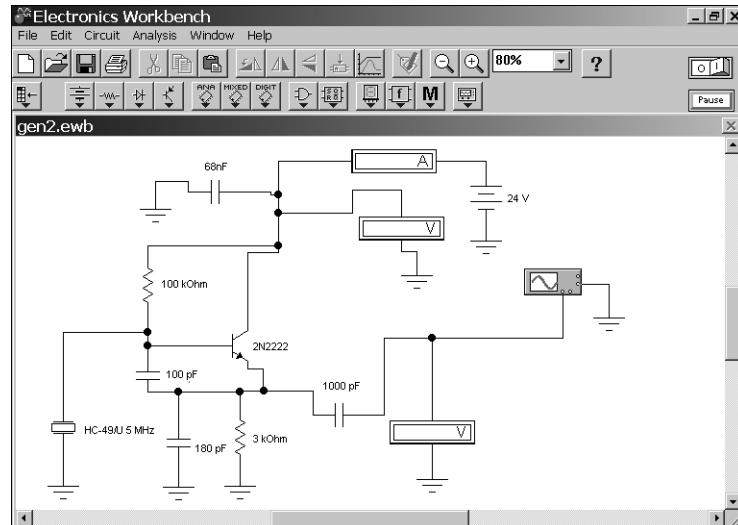
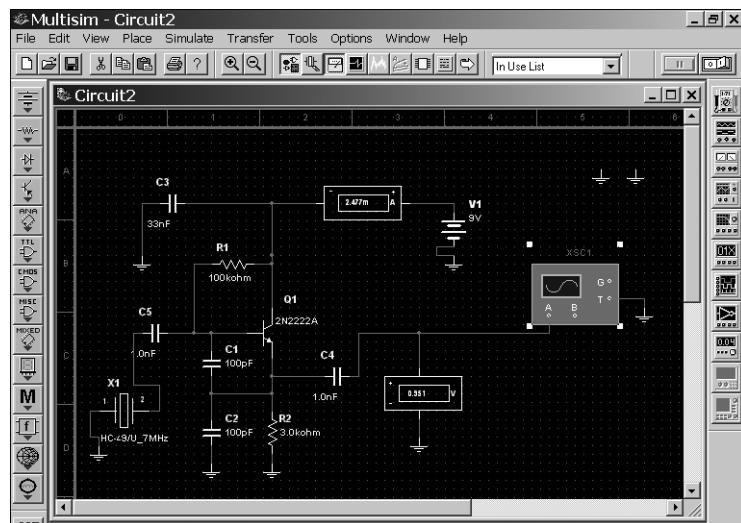
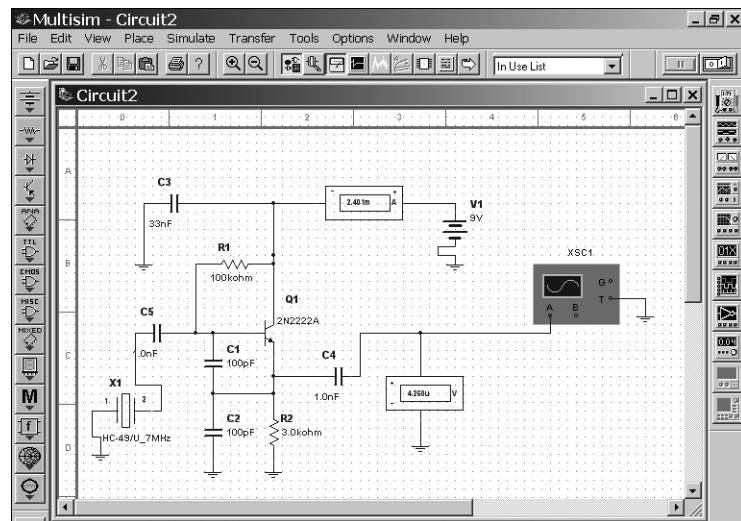
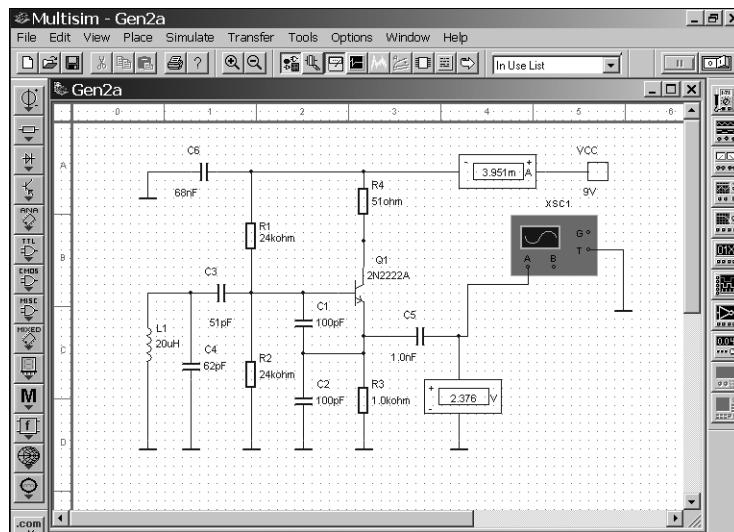

Рис. 10.1. Окно программы EWB 5.12
Рис. 10.2. Окно программы Multisim 2001
Рис. 10.3. Окно Multisim 2001 с измененными цветами
Рис. 10.4. Измененное рабочее окно программы Multisim 2001
На рис. 10.1 показано рабочее окно программы EWB 5.12, а на рис. 10.2 — рабочее окно программы Multisim 2001.
Для печати в книге рисунок рабочего окна программы Multisim 2001 выглядит слишком темным. К счастью, в программе имеется возможность изменять цвета фона рабочего окна, цвета изображения компонентов и соединительных линий. Поэтому на рис. 10.3 показано предыдущее окно Multisim 2001, но с измененными цветами и фоном и компонентов.
- Команды меню **Options** позволяют изменять цвет фона и компонентов, выполнять рисунки компонентов как в американском, так и в немецком стандартах. Все эти изменения могут быть установлены для вывода по умолчанию. На рис. 10.4 показано рабочее окно программы, в котором схема генератора выполнена по стандартам DIN (немецким). Сравните рис. 10.4 с рис. 10.1, рис. 10.2 и рис. 10.3.